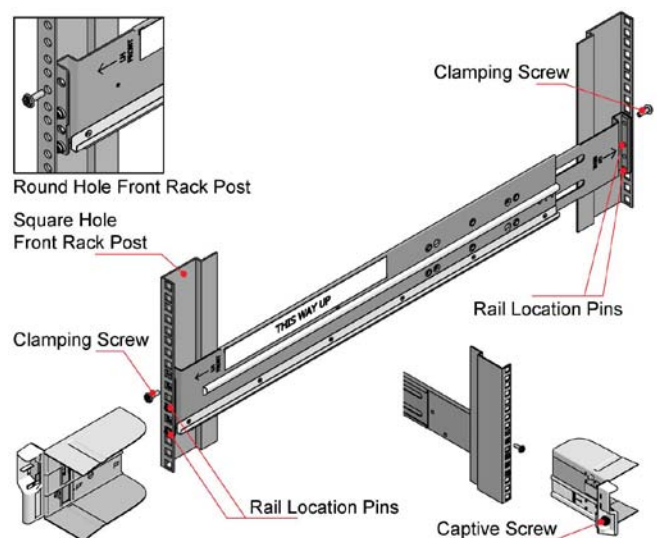

Abbildung 2 - Rack-Installation
3. Suchen Sie die Schienenführungsstifte an der inneren Vorderseite des Racks und verlängern Sie die Schienen, damit die hinteren Führungsstifte einrasten können. Stellen Sie sicher, dass die Stifte vollständig in die Löcher der Rackträger eingerastet sind (siehe Abbildung 2).
4. Befestigen Sie die vorderen und hinteren Klemmschrauben (siehe Abbildung 2). Die Schrauben sollten locker genug bleiben, dass sich die Schiene auf ihrer Nut seitlich bewegen kann.
6. Ziehen Sie das Gehäuse etwa 200 mm heraus und ziehen Sie die vorderen und hinteren Klemmschrauben vollständig fest (siehe Abbildung 2).
7. Befestigen Sie die Vorderseite des Gehäuses mit den zwei unverlierbaren Schrauben, wie in Abbildung 2 gezeigt.